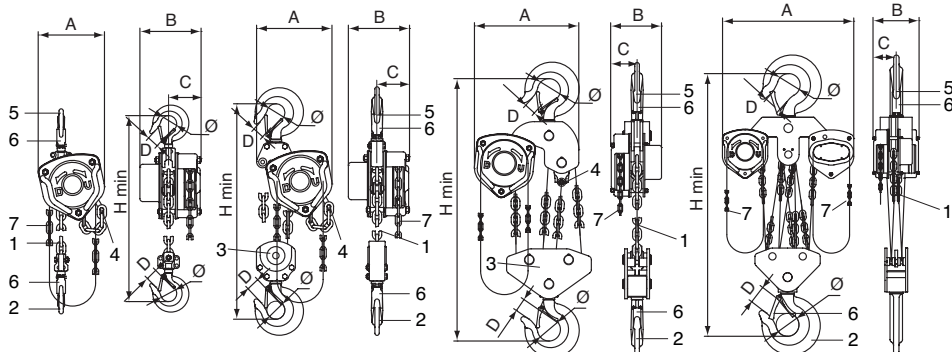

Fig. 1
Le palan tralift™ est fourni équipé d'une chaîne de levage (rep. 1, fig. 1) et d'une chaîne de manœuvre (rep. 7, fig. 1) compatible pour une hauteur standard de levée de 3 m.
La chaîne de levage est constituée d'un ou plusieurs brins (voir § 2 spécifications techniques) avec à son extrémité côté charge un crochet de levage (rep. 2, fig. 1) et, à l'autre extrémité (côté brin mou), la chaîne de levage est fixée à une butée de fin de course basse (rep. 4, fig. 1) elle même fixée à l'appareil.
3. Vérifier le bon état des crochets (rep. 2, fig. 1) et des linguets de sécurité (rep. 6, fig. 1).
4. Vérifier que l'extrémité de chaîne de levage côté brin mou est fixée à la butée de fin de course basse de l'appareil (rep. 4, fig. 1).
1. Vérifier que le palan tralift™ est correctement suspendu à son crochet de suspension (rep. 5, fig. 1) et que le linguet de sécurité du crochet (rep. 6, fig. 1) est bien fermé (voir fig. 2 et 3).